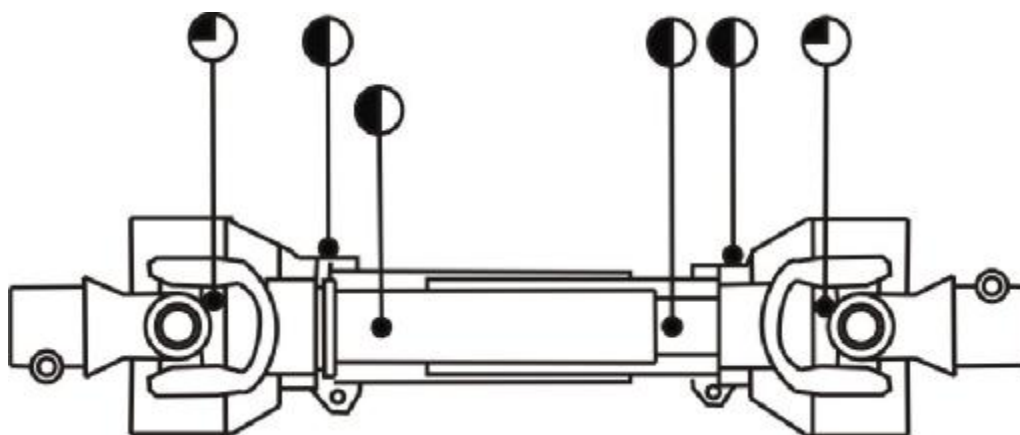

Рис. 3 Места смазки карданного вала
В период эксплуатации смазку мельницы производите в соответствии с химмотологической картой (табл. 3) и рис. 3.
Места смазки, смазочные материалы и периодичность смазки узлов мельницы указаны в таблицах 3, 4 и рис. 3.
*- согласно табл. 4 и рис. 3.